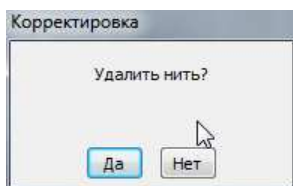

Рис.82. Окно подтверждения удаления
- В появившемся всплывающем меню операций с нитью выбрать пункт «**Удалить нить**». Появится окно подтверждения удаления нити (см. рис. 82).